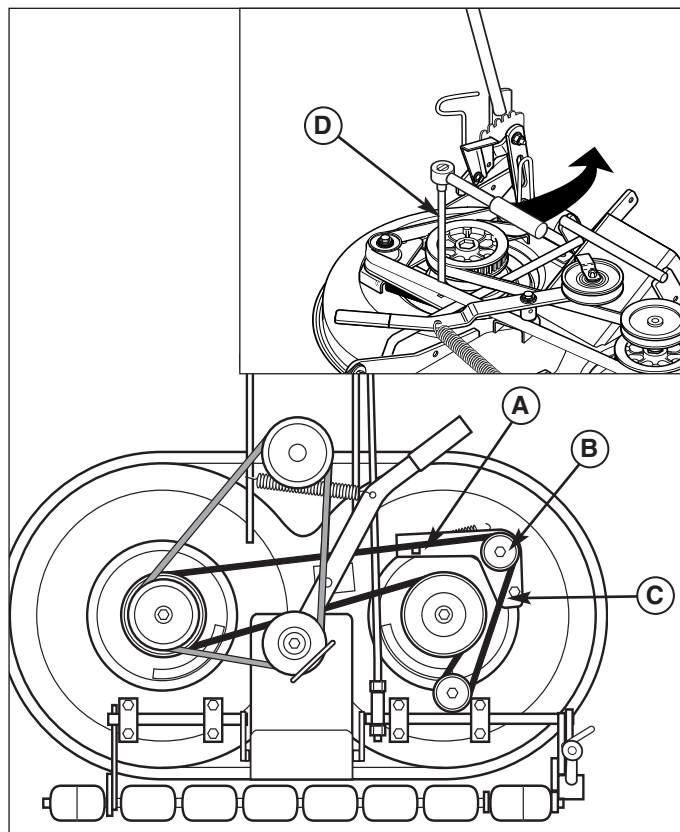

Figura 25. Tensionamento cinghie del piatto di taglio
3. Allentare il bullone senza dado del gruppo tenditore (B, Figura 25).
4. Servendosi di un cricco (D) da 3/8", muovere il gruppo tendicinghia caricato a molla (A) in modo da allentare la cinghia (C).
5. Sfilare la cinghia (C) e controllare che non sia fessurata o usurata e che non manchino dei denti. Se la cinghia è usurata o danneggiata, sostituirla.
6. Reinserire la cinghia (C). Rilasciando il gruppo tendicinghia (B) la molla porta automaticamente in tiro la cinghia dentata.
7. Stringere il bullone senza dado del gruppo tendicinghia (B) e reinserire le coperture della cinghia.